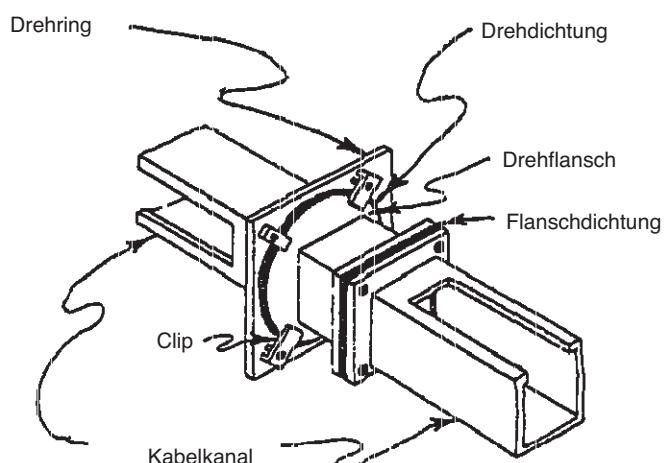

Abb. 7
1. Richten Sie den Kabelkanal, die Flanschdichtung, den Drehring, die Drehdichtung und den Drehstutzen in dieser Reihenfolge aus (Abb. 7 und 8). bringen Sie die Clips über dem runden Flansch des Drehstutzen an und montieren Sie die Schrauben und Muttern.
1. Richten Sie den Kabelkanal, die Flanschdichtung und den Drehring in dieser Reihenfolge aus (Abb. 7 und 8). Bringen Sie den Drehring am Kabelkanalflansch mit vier Senkkopfschrauben und Muttern an. Richten Sie die runde Drehdichtung und den Drehstutzen am Drehring aus. Bringen Sie nun die Clips über dem runden Flansch des Drehstutzens an und montieren Sie die Schrauben und Muttern.